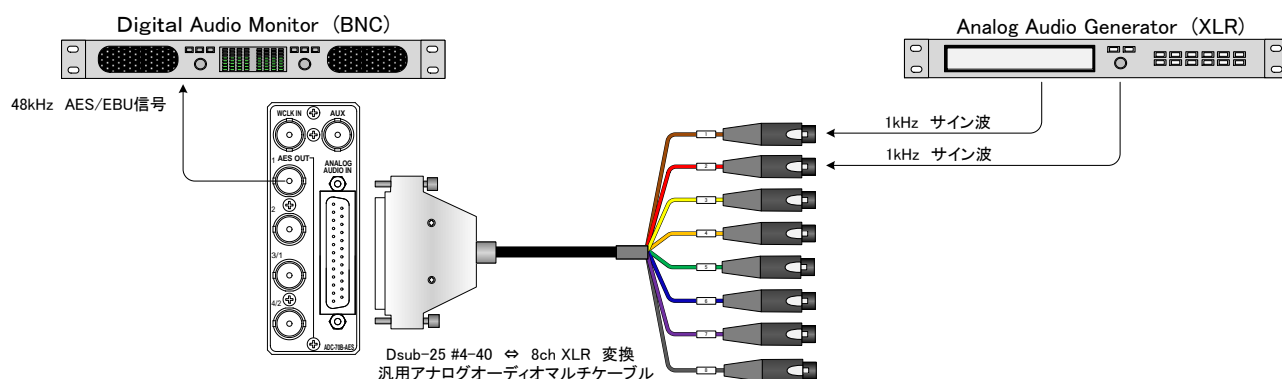

図2.4.1 基本動作チェック
(1) 「図2.4.1基本動作チェック」に従い、機器を接続し筐体の電源をONにします。
(2) Vbus筐体に入力するリファレンス信号を内部モジュールに分配する設定にします。